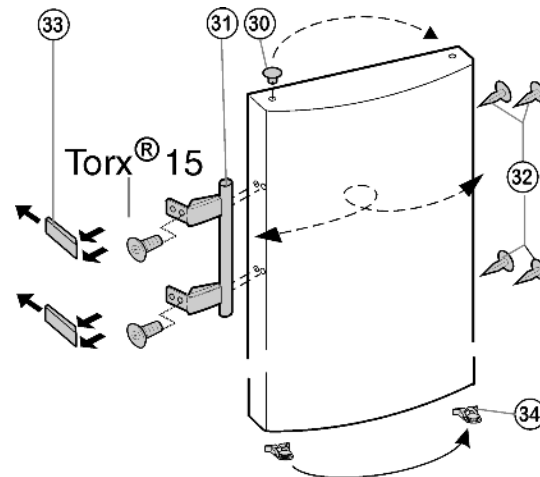

Fig. 7
- Faire déclipeter le crapaud élastique Fig. 7 (34) hors de la porte et le placer du nouveau côté de la charnière.
- Enlever le bouchon Fig. 7 (30) du coussinet de la porte et le mettre de l'autre côté.
- Démontez la poignée de porte Fig. 7 (31), le bouchon Fig. 7 (32) et les plaques d'appui Fig. 7 (33) puis les repositionner sur le côté opposé